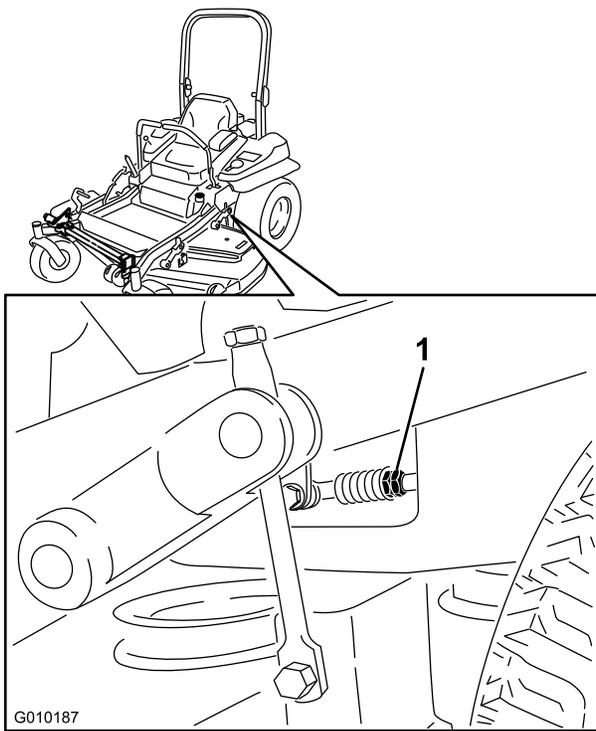

Figura 97
10. Ajuste la longitud de las varillas de control de las bombas girando las tuercas dobles de la varilla en el sentido apropiado, hasta que las ruedas se muevan ligeramente en marcha atrás (Figura 97).